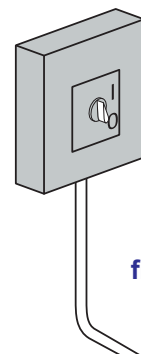

fig. 19
- Eteindre la machine par l'interrupteur général au mur (voir fig. 19).